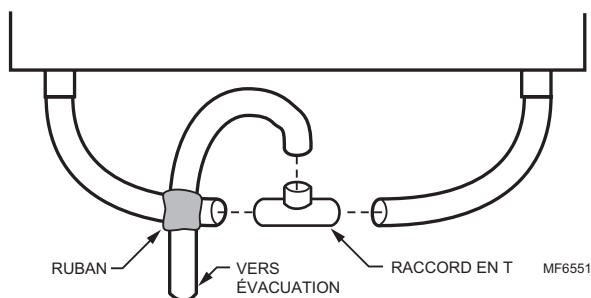

Fig. 9. Installation du siphon P.
3. Connecter le tuyau d'évacuation au pied central et le fixer en place à l'aide de ruban adhésif pour éviter toute pliure. Voir la Fig. 9.